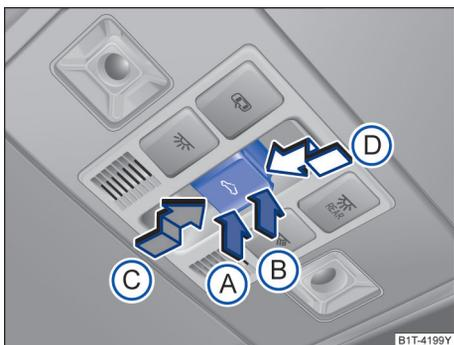

图 71 在顶篷中：天窗按钮
按钮 → 图 71 设有 2 挡位置。1 挡位置：可完全打开天窗，或部分翻上天窗，打开或关闭天窗。
- 触发防夹功能后 5 秒钟内按压  按钮→图 71，沿箭头  方向将按钮保持在 2 挡位置，直至天窗完全关闭。